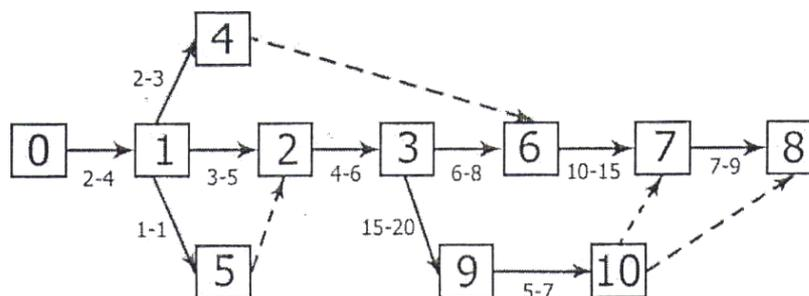

Рис. 11 Сетевой график по монтажу нового оборудования
1. Строим сетевой график (рис.11).